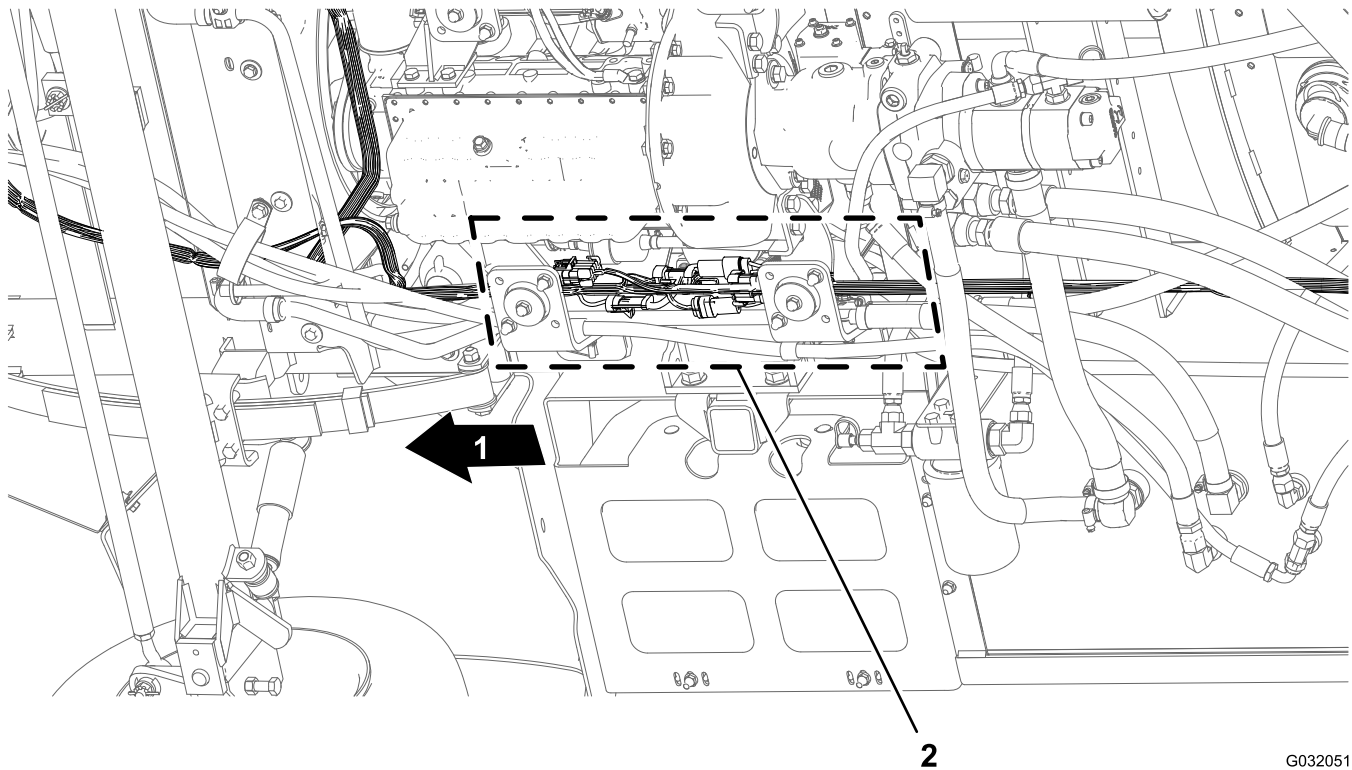

Bild 28
1. Suchen Sie an der Maschinenunterseite entlang des rechten Rahmenrohrs die elektrischen Anschlüsse für den vorderen und hinteren Kabelbaum der Maschine (Bild 28).